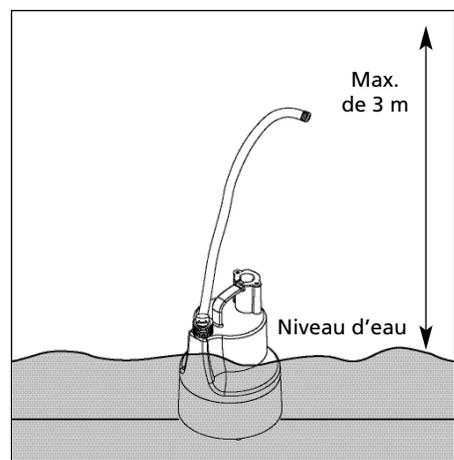

Figure 5
- b. Vérifier que la hauteur de pompage ne dépasse pas 4,27 m. (Voir Figure 5). Si la hauteur de pompage dépasse 3 m, cette pompe ne fonctionnera pas.